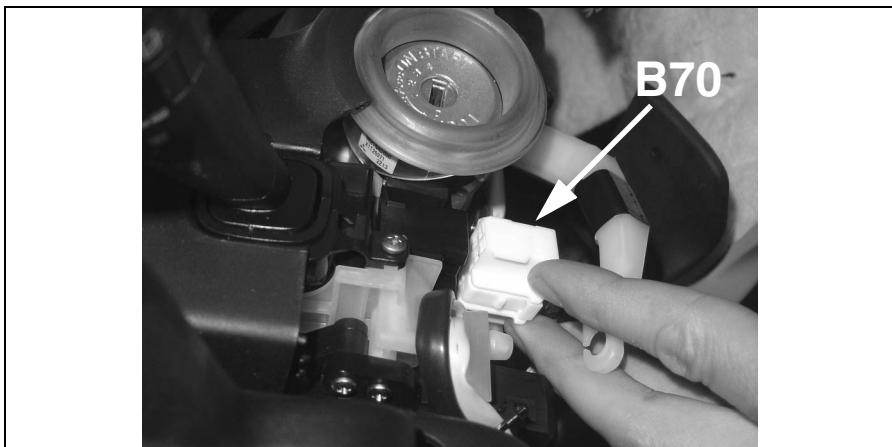

Figure 8: Branchement électrique
- Dénudez une partie du faisceau de câblage, qui se termine à droite dans le connecteur B70 (voir flèche, figure 8).